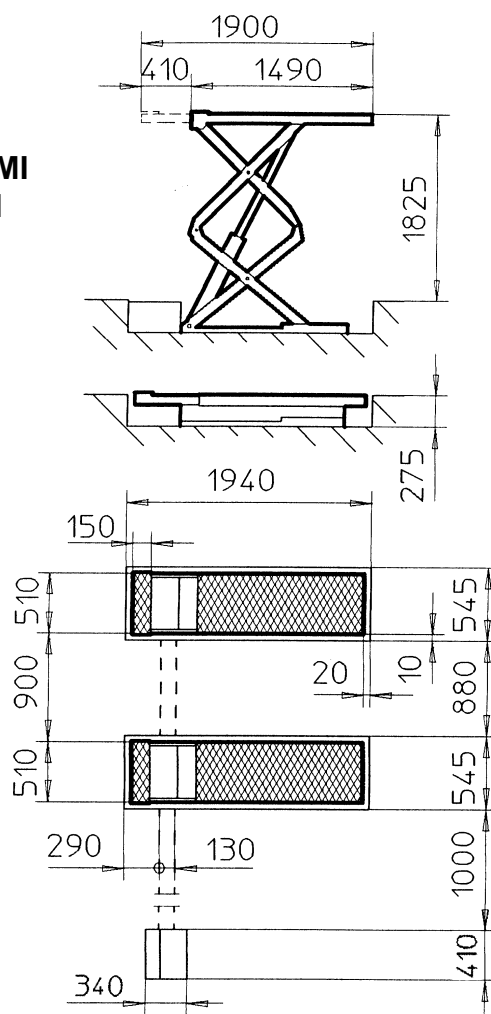
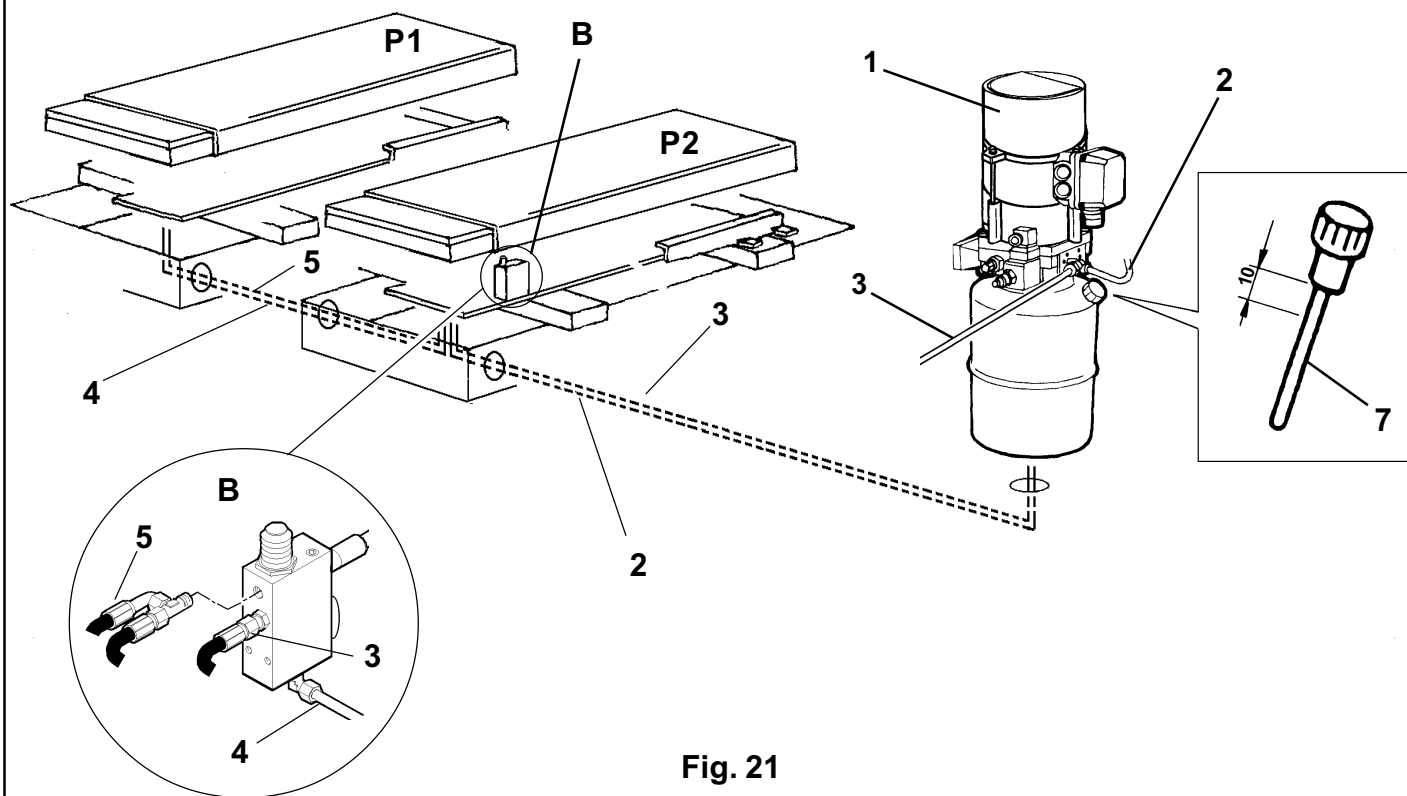

Fig. 20
Fig. 21
Posizionare le pedane come si vede nella Fig. 21 sopra a due legni posti di traverso sulle fosse; posizionare il mobiletto secondo le indicazioni della Fig.20. Togliere il mobile dal supporto centralina così da rendere visibili ed agibili i punti di attacco dei tubi.
Estrarre da sotto la pedana (P2), vedi Fig. 21, i due tubi (2) e (3), togliere i rispettivi tappi e collegarli alla centralina facendoli passare nel tubo interrato.
Place the footboards as shown in Fig. 21 resting on 2 planks of wood placed across the pits; position the unit as shown in the Fig.20. Remove the unit from the control unit support to expose the tubing attachment points for easy access.
Extract the two tubes (2) from beneath the footboard (P2), see Fig. 21, remove the caps and connect them to the control unit, passing them through the embedded tube.
Die Fahrschienen gemäß Abb. 21 auf zwei quer über der Grube liegende Holzplatten anordnen. Den Schaltschrank gemäß den Anweisungen der gleichen Abbildungen 20 positionieren. Das Gehäuse vom Schaltschrankgestell entfernen, so dass die Leitungsanschluss-Stellen gut sichtbar und leicht zugänglich sind. Unter der Fahrschiene (P2) gemäß Abb. 21 die beiden Leitungen (2) und (3) hervorziehen, die entsprechenden Pfropfen entfernen und die Leitungen an den Schaltschrank anschließen, indem sie in die in die Erde verlegte Leitung verlegt werden.
Positionner les chemins de roulement comme indiqué à la Fig. 21 sur deux pièces de bois posées en travers sur les fosses; positionner l'unité de contrôle en suivant les indications de la Fig.20. Retirer le meuble du support de la centrale de pour que les attaches des tuyaux soient visibles et accessibles. Extraire les deux tuyaux (2) et (3) situés sous le chemin de roulement P2 (voir Fig. 21), les libérer de leurs bouchons et les raccorder à la centrale en les faisant passer dans le tuyau noyé dans le sol. Dans la centrale hydraulique (1), remplacer le bouchon-jauge (7). A ce point, consulter le paragraphe 4.4 (Connexion au réseau) et 4.5 (Connexion de l'installation pneumatique).
Colocar las tarimas como indica la Fig. 21 encima de dos maderas colocadas de través en los fosos; colocar el mueble según las indicaciones de la Fig.20. Quitar el mueble del soporte de la central de manera que sean visibles y accesibles los puntos de conexión de los tubos.
Extraer los dos tubos (2) y (3), ver Fig. 21 de debajo de la tarima; quitar los tapones y conectar los tubos a la central haciéndolos pasar por el tubo enterrado.
Sollevare il ponte premendo il pulsante di salita fino a che le due pedane non arrivino a 50 cm da terra; premere il pulsante di stazionamento per scendere sugli arpioni. A questo punto sollevare la pedana (P1), togliere i legni e mettere all'interno dello scavo la pedana stessa posizionandola come si vede nella Fig. 20.
Rif. Fig. 21. Nella pedana (P2) staccare i tubi (4) e (5) chiudendo subito il circuito idraulico con 4 tappi; infilare i tubi (4 e 5) nel tubo di collegamento interrato; posizionare all'interno dello scavo la pedana (P2) ricollegando i tubi.
Raise the lift by pressing the rise button until the two footboards reach 50 cm from the ground; press the park button to rest them on the pawls. Now lift footboard P1, remove the planks and place the footboard inside the pit, positioning it as shown in Fig. 20.
Ref. Fig. 21 - In footboard P2, detach the tubes (4) and (5), plugging the hydraulic circuit immediately with 4 plugs; place the tubes (4) and (5) in the embedded connecting tube; position footboard P2 inside the pit, connecting up the tubes again.
Die Taste „Heben“ betätigen und die Hebebühne hochfahren, bis sich die beiden Fahrschienen 50 cm über dem Boden befinden. Die Taste „Standphase“ zur Auflage auf die Sperrklinken drücken. Nun die Fahrschiene P1 anheben, die Holzplatten entfernen und die Fahrschiene gemäß Abb. 20 in der Grube positionieren. Zu Abb. 21. Bei der Fahrschiene (P2) die Leitungen (4) und (5) entfernen und sofort den Hydraulikkreis mit 4 Pfropfen schliessen. Die Leitungen (4) und (5) in die in die Erde verlegte Verbindungsleitung verlegen. Die Fahrschiene (P2) gemäß in der Grube positionieren und die Leitungen wieder anschließen. Nun bei Bedarf die Hebebühne über die Einstellschrauben (3) Abb. 10 nivellieren. Danach gemäß den Paragraphen 4.8, 4.9, 4.10, 4.11, 4.12, 4.16 vorgehen.
Soulever le pont élévateur en appuyant sur le bouton de montée aussi longtemps ce que les deux chemins de roulement n'atteignent atteint une hauteur de 50 cm de terre; appuyer sur le bouton de stationnement pour enclencher les arrêts mécaniques. A ce point, soulever le chemin de roulement P1, ôter les pièces de bois et introduire le chemin de roulement à l'intérieur de la fosse et le positionner comme indiqué aux Fig. 20.
Réf. Fig. 21. Dans le chemin de roulement (P2), détacher les tuyaux (4) et (5) et fermer immédiatement le circuit hydraulique au moyen de 4 bouchons; enfiler les tuyaux (4) et (5) dans la conduite de raccordement noyée dans le sol; positionner, le chemin de roulement P2 à l'intérieur de la fosse et raccorder
Elevar el puente mediante el pulsador de elevación hasta que las dos tarimas lleguen a 50 cm. del suelo; apretar el pulsador de estacionamiento para bajar en los trinquetes. Luego, elevar la tarima (P1), quitar las maderas y poner dentro de la cavidad la tarima como se ve en las Fig. 20.
Ref. Fig.21. En la plataforma (P2) quitar los tubos (4) y (5) cerrando enseguida el circuito hidráulico con 4 tapones; meter los tubos (4) y (5) en el tubo de conexión enterrado; colocar dentro de la cavidad la tarima (P2) volviendo a conectar los tubos.